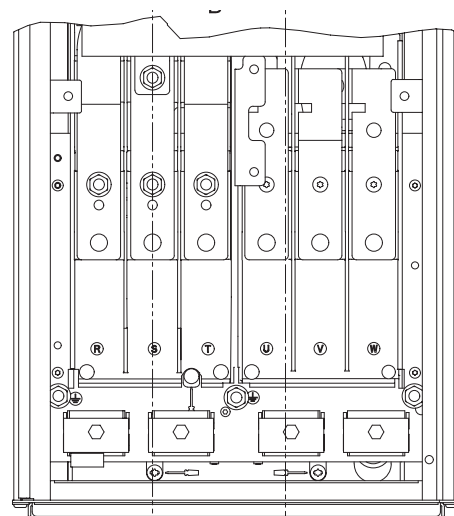

Рис. 30 Подключение заземления, питания и электродвигателя для D1h и D2h
1. Подключите заземляющий провод к клемме 95 (PE). См. рис. 30.
Выберите соответствующие расположения клемм с учетом конструкции подсоединения кабеля. См. рис. 30.
1. Подключите заземляющий провод к клемме 99 (PE). См. рис. 30.
2. Подключите провода питания электродвигателя к клеммам 96 (U), 97 (V), 98 (W).